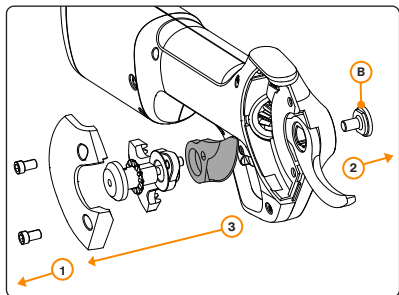

Abbildung 8. Auswechseln der Schneidmesser Klinge. Beachten Sie die Reihenfolge der Zahlen.
- 3. Lösen Sie die Schrauben der Klingenverriegelung.** Drehen Sie die (2) 4-mm-Inbusschrauben zweimal um (Abbildung 8 Schritt 1).
- 4. Schrauben der Klingenbefestigung lösen.** (Abbildung 8 Schritt 2, Abbildung B)
- 5. Tauschen Sie die alte Klinge gegen neue Klinge aus.** (Abbildung 8 Schritt 3)